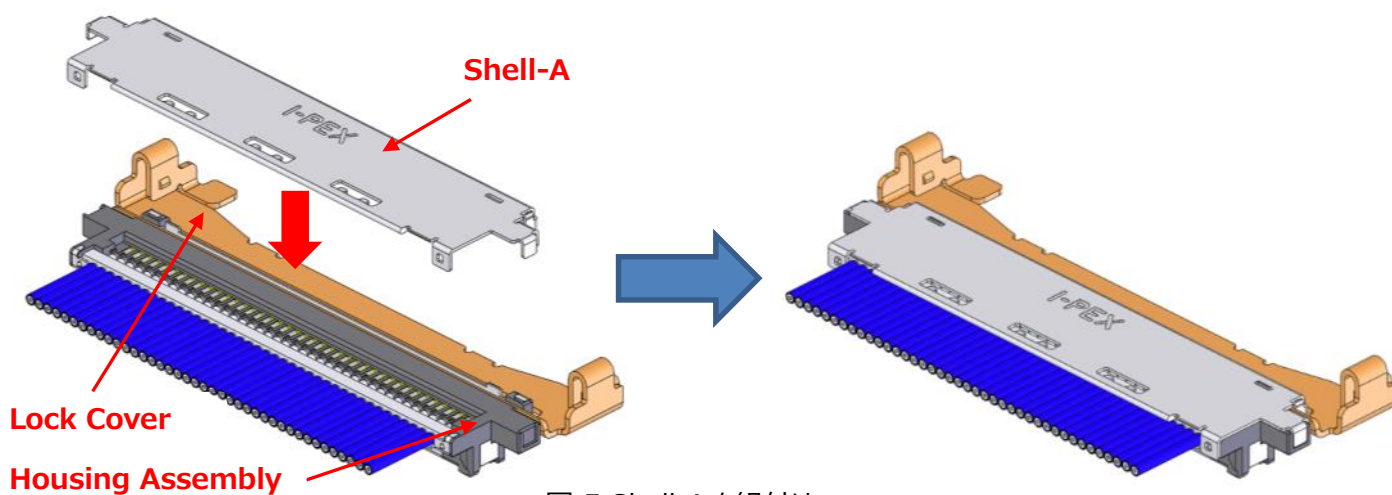

図.5 Shell-A を組付け
- ① 図.5 の様に shell-A を housing assembly の上面から組み付ける。